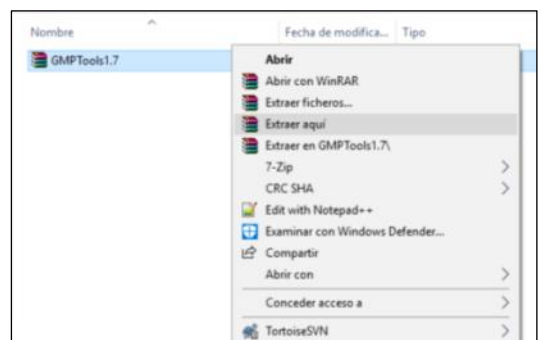

Fig. 2.3
- Descomprima el archivo GMPTools. Haga clic con el botón derecho en el archivo GMPTools y, a continuación, seleccione **Extraer aquí** (Fig. 2.3).